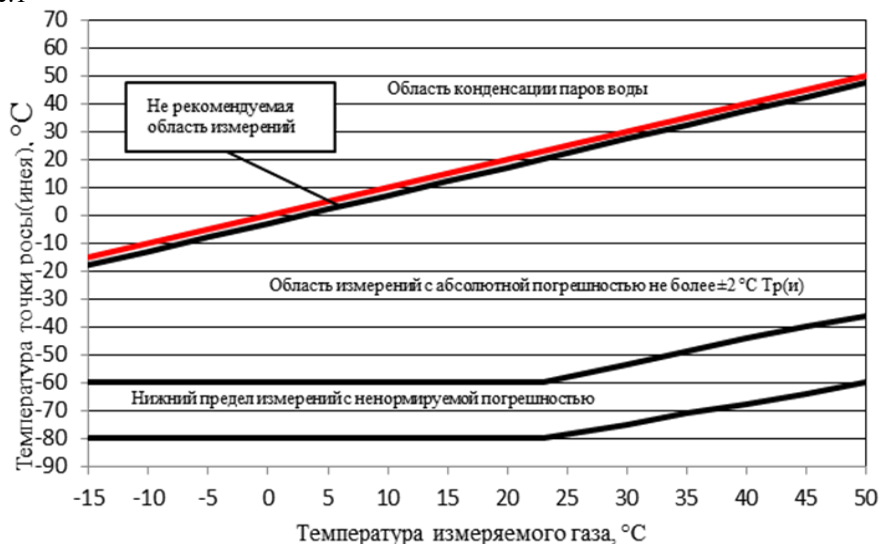

Рис.1. Зависимость диапазона и абсолютной погрешности измерения температуры точки росы (иней) от температур измеряемого газа.
3.3. Зависимость диапазона и абсолютной погрешности измерений температуры точки росы (иней) от температуры измеряемого газа приведена на рис.1